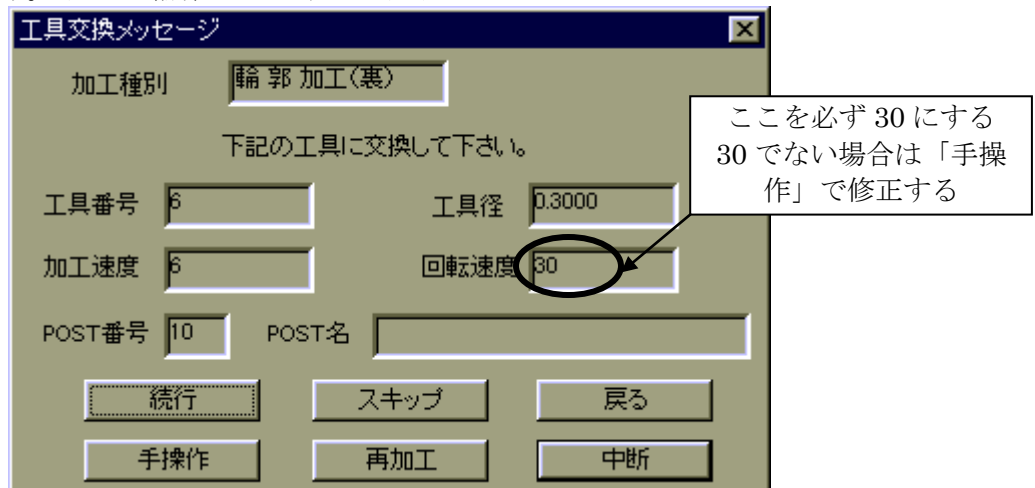

図3. 10 工具交換ダイアログボックスその2(図3. 9とは工具番号が異なることに注意)
(12) [画面][加工機]加工機が作業を終了すると、次の穴あけ加工のために、図3. 11「基板の表/裏変更メッセージ ドリル加工(裏)」のダイアログボックスが出てくるので、「位置合わせ」を選び、刃をドリル1mmに交換し、(9)(10)の作業を行う。図3. 12「工具交換ダイアログボックス ドリル加工裏」のダイアログで「続行」を選ぶ。刃をドリル1.2mmにする場合もあるので、(これはTraxMakerで1.2mmに設定しておいた穴)指示に従うこと。穴あけの順番(1mmの穴が先か1.2mmの穴が先かはいまのところよくわからない)によりドリル交換が必要になるが、ダイアログが変わってゆくと、画面に次に加工するところが表示される場面がある。そこで工具交換しても間に合う。